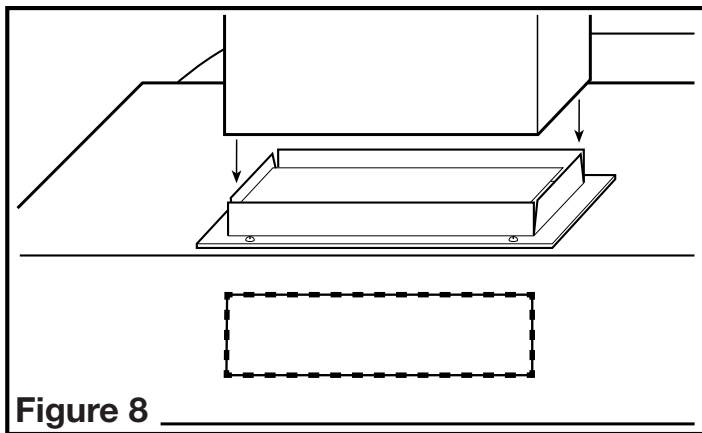

Figure 8
1. Raccorder les conduits au collet et au clapet de la hotte. Assurez-vous que les joints des conduits et les pénétrations extérieures sont scellés avec du mastic ou tout autre matériau similaire pour créer un passage d'air étanche afin de minimiser la perte ou le gain de chaleur et réduire le risque de condensation. Placez / enveloppez l'isolant autour du conduit et / ou ventilateur afin de minimiser la possibilité d'accumulation de condensation à l'intérieur du conduit, ainsi que la perte ou le gain de chaleur (**Figure 8**).